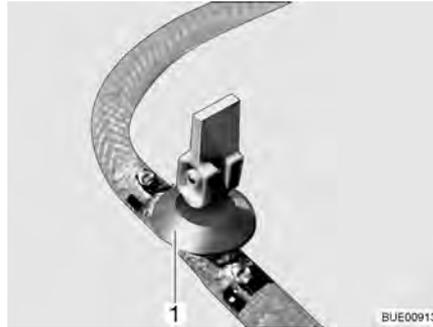

Fig. 155 Rubinetto di scarico
- Chiudere il rubinetto/i rubinetti di scarico. A questo scopo posizionare orizzontalmente la leva a bilanciere (Fig. 155,1).
- Aprire il rubinetto/i rubinetti di scarico (Fig. 155). A questo scopo posizionare verticalmente la leva a bilanciere (Fig. 155,1). Il boiler viene svuotato verso l'esterno.